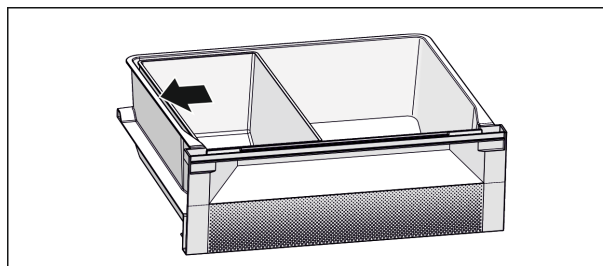

Fig. 7
- ▶ Pour un refroidissement optimal : Positionner le bac Fish & Seafood comme illustré (voir Fig. 7) .